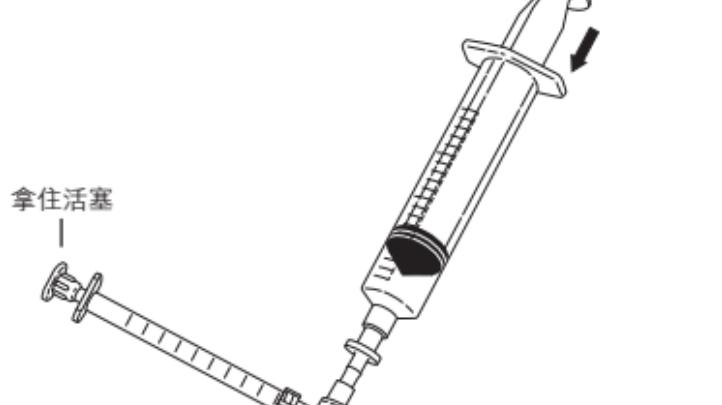

图6
8. 拿住1毫升注射器的活塞不动，缓慢推20毫升注射器，将所有剩余的气泡排出。排除系统中的所有空气之后，拧紧末端闭塞器周围的Tuohy-Borst阀。**(图6)**